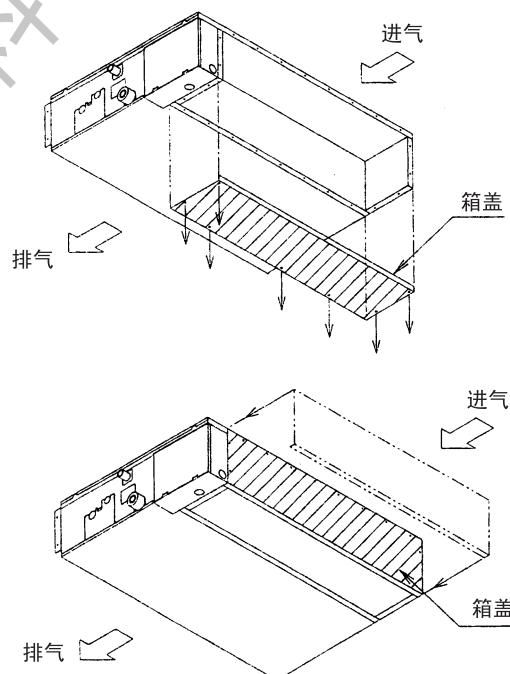

图4
### 5. 如为底部进气，请按图 4 所示顺序改装箱盖。
2. 请如图 4 所示方向，重新装上拆下的箱盖。(7 处螺钉)